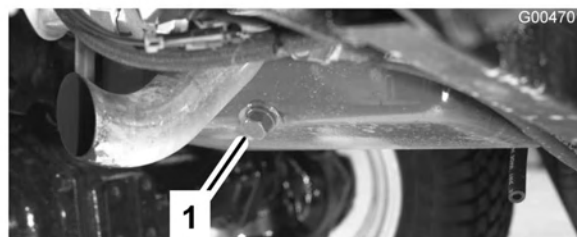

Figure 49
1. Enlevez un des bouchons de vidange (Figure 49) et laissez couler l'huile dans un bac de vidange. Remettez le bouchon quand toute l'huile s'est écoulée.